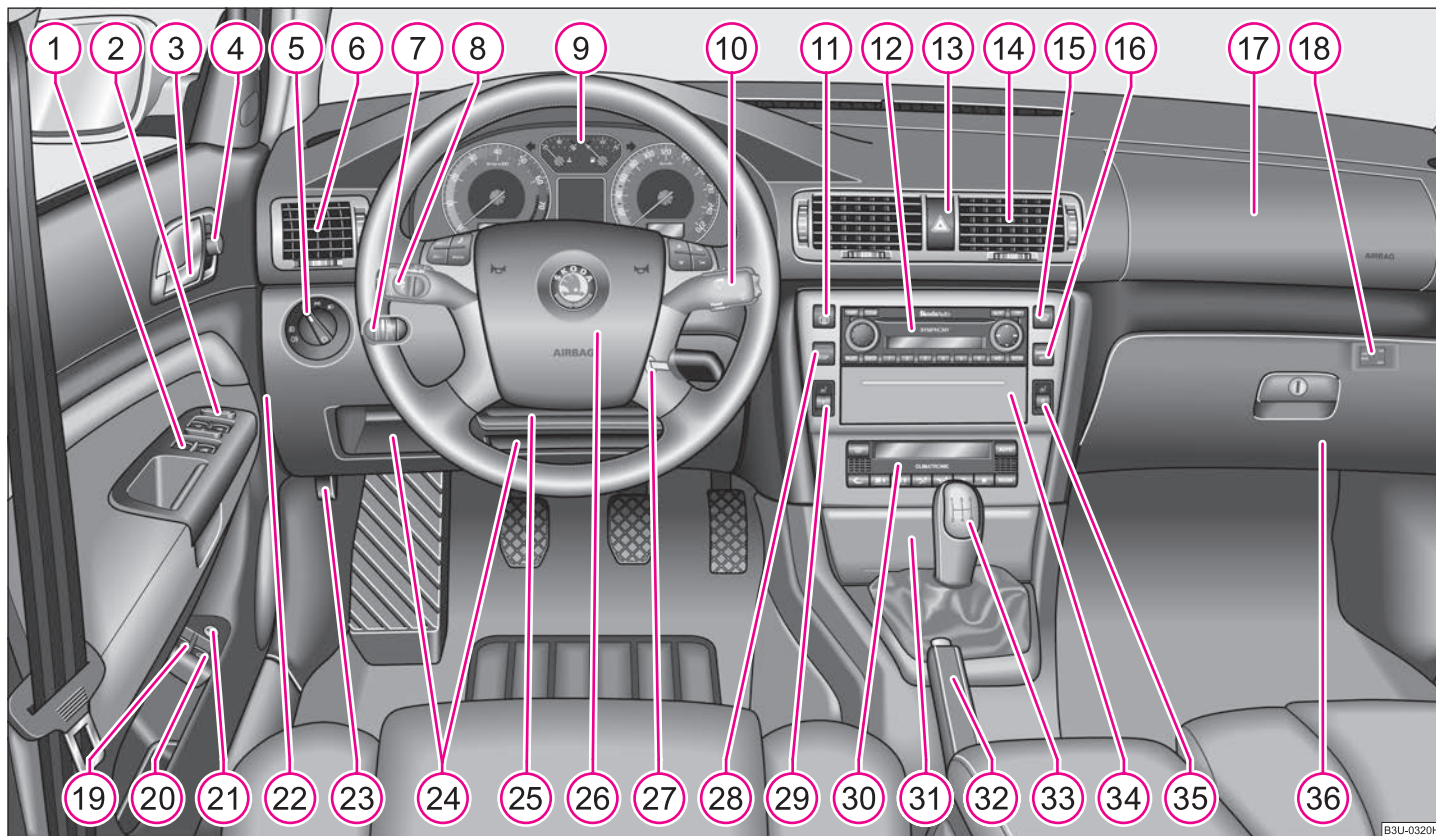

Abb. 1 Einige der in der Abbildung aufgeführten Ausstattungen gehören nur zu bestimmten Modellausführungen oder sind Mehrausstattungen
- Bei Fahrzeugen mit Rechtslenkung weicht die Anordnung der Bedienungselemente zum Teil von der in ⇒ Seite 8, Abb. 1 gezeigten Anordnung ab. Die Symbole entsprechen jedoch den einzelnen Bedienungselementen. ■